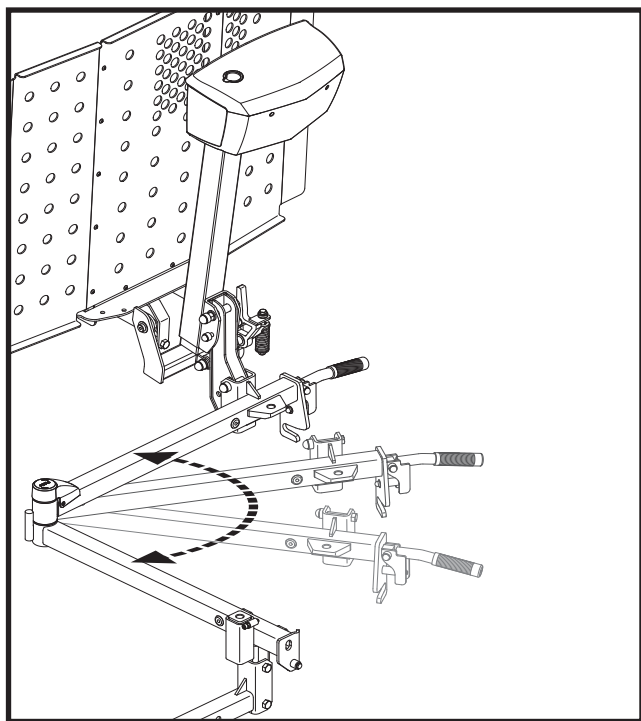

Figura 19. Mueva el sistema de elevación
2. Alinee el adaptador abatible sobre el receptor y el pestillo como se muestra en **figura 19**.